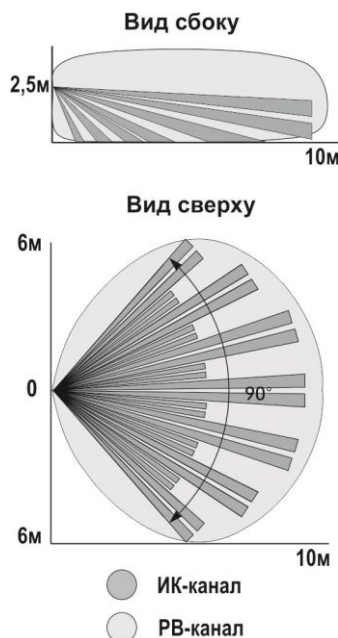

Рисунок 2
2.1 Извещатель имеет два канала обнаружения: объемный оптико-электронный (далее ИК) и радиоволновый (далее РВ) (рисунок 2).